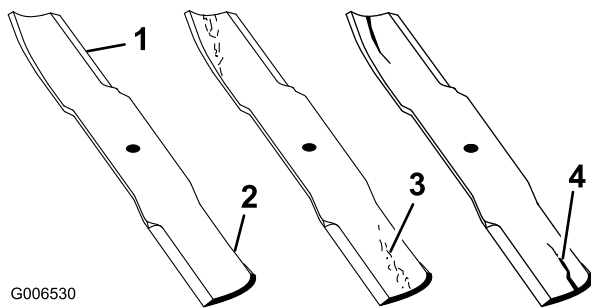

Figura 97
1. Controllate i taglienti (Figura 97). Se i taglienti non sono affilati o mostrano delle tacche, togliete le lame e affilatele. Vedere Affilatura delle lame.
2. Controllate le lame, in particolare l'area curva (Figura 97). In caso di danni, usura o scanalature nell'area (Figura 97), montate immediatamente una nuova lama.